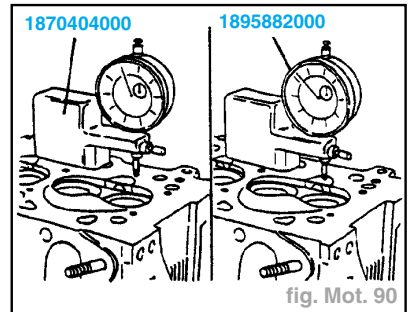

fig. Mot. 90
- Contrôler le dépassement ou le retrait de la chambre de précombustion par rapport au plan de joint de la culasse (fig. Mot. 90) de **0,055 à -7,65 mm**.